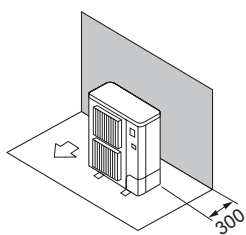

Fig. 2-6
- ① Ovire samo na zadnji strani (Fig. 2-6)